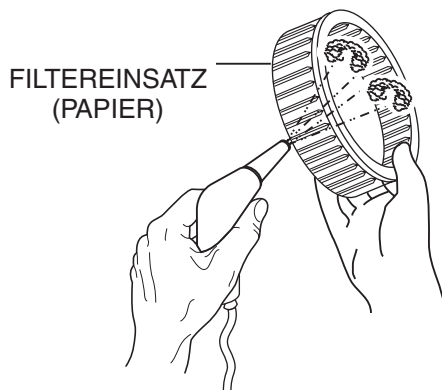

Abbildung 18. Reinigung des inneren Papierfilters
1. Zum Reinigen des Papiereinsatzes (Abbildung 18) mehrmals das Filterelement auf eine harte Fläche schlagen, um den Schmutz zu entfernen oder Druckluft (max. 30 psi, 207 kPa oder 2,1 kgf/cm²) durch den Filtereinsatz von innen nach außen blasen.